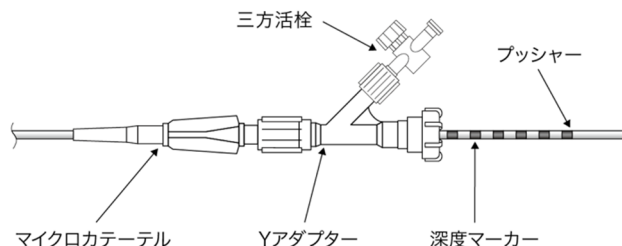
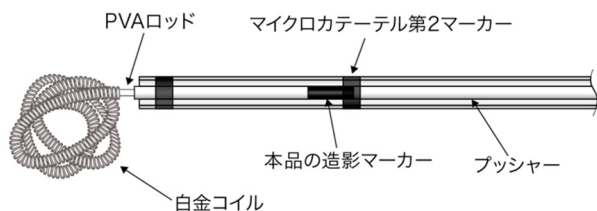

図 2. 深度マーカーの到達状態概略図
図 7. 造影マーカーの位置合わせ状態概略図
本品の深度マーカーは、有効長 150cm のマイクロカテーテルとの併用を意図して設計されている。深度マーカーは、有効長 150cm のマイクロカテーテルに本品を挿入していく際、マイクロカテーテルに接続した Y アダプターの手元側に深度マーカーが到達した状態（図 2）で、マイクロカテーテルの先端から白金コイル先端が出ない位置を示している。
(3) 本品の挿入
- ① 本品を破損させないようにシースをケースからゆっくり引き出す。
- ② 本品を挿入する前に、シースを透かしてプッシャーと白金コイルが直接触れていないことを確認する。
- ③ 本品挿入のためにアダプターのリングを緩める。
- ④ シース先端を破損させないように注意しながらしっかりとマイクロカテーテルのポートに突き当て、白金コイル及びプッシャーを変形させない様に、ゆっくりとプッシャーを押して本品をマイクロカテーテル内に挿入する。[シース先端を破損させたり突き当てが不十分な場合は白金コイルがスタックしたりするおそれがある。]
- ⑤ プッシャーを後端までシース内に押し込んだ所で、シースをマイクロカテーテルのポートから外し、露出したプッシャーを固定しながらプッシャー後端部からシースを取り除く。
- ⑥ プッシャー近位端に深度マーカーがあることを確認する。
- ⑦ 図 2 の通り、マイクロカテーテルに接続された Y アダプターの手元側に深度マーカーが到達するまで、プッシャーを注意して進める。
- ⑧ X 線透視下でマイクロカテーテルの先端まで白金コイルを進め、本品の白金コイル後端がマイクロカテーテルの第 2 マーカー (手元側) を越えたことを確認する。
- ⑨ ED クリップを本品のプッシャー後端に接続し、赤ランプの点灯ならびにブザーの連続音が鳴ることを確認する。[本品の白金コイル後端がマイクロカテーテルの第 2 マーカー (手元側) を越える前に接続すると、離脱装置が反応しないことがある。その場合は、一旦 ED クリップを外して、本品の白金コイル後端がマイクロカテーテルの第 2 マーカー (手元側) を越えたことを確認してから離脱装置の RESET ボタンを押す。]
(4) 白金コイルの離脱 (デタッチ)
- ① X 線透視下で、マイクロカテーテルの先端が適切な位置にあることを確認しながら、ゆっくりと白金コイルを押し出す。
- ② 図 7 の通りマイクロカテーテルの第 2 マーカー (手元側) に本品の造影マーカー後端が重なった位置で挿入を止める。その際に離脱装置の赤ランプが緑ランプに変わり、ブザー音が止まることを確認する。